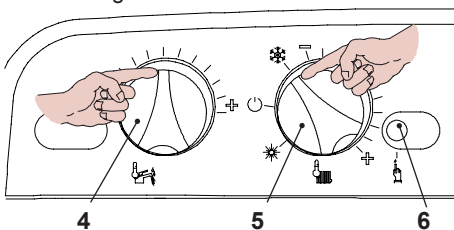

Fig. 5.33
- Prima di alimentare elettricamente la caldaia posizionare le manopole 4 e 5 come indicato in Fig. 5.33.
- Per settare il funzionamento con Termostato bisogna entrare nella programmazione premendo per 10 secondi il pulsante di ripristino 6, in Fig. 5.33 fino alla comparsa del parametro **P01** sul display LCD; sul display LCD compare la seguente visualizzazione (la sequenza **P01** si alterna ---).
- Premere più volte il pulsante di ripristino 6, in Fig. 5.33 per lo scorrimento dei vari parametri, sino al raggiungimento del parametro **P03**, valido per la verifica del funzionamento del bollitore con termostato.
- Per settare il funzionamento con Sonda NTC bisogna entrare nella programmazione premendo per 10 secondi il pulsante di ripristino 6, in Fig. 5.33 fino alla comparsa del parametro **P01** sul display LCD; sul display LCD compare la seguente visualizzazione (la sequenza **P01** si alterna -- -- --).
- Premere più volte il pulsante di ripristino 6, in Fig. 5.33 per lo scorrimento dei vari parametri, sino al raggiungimento del parametro
- Il valore che si visualizza nel LCD è **04**, ruotare la manopola settaggio caldaia 4 in Fig. 5.33, portandola al minimo.
La seguente tabella mette in correlazione il settaggio della manopola caldaia 4 in Fig. 5.33 con la visualizzazione presente nel LCD per il parametro **P03**.
La seguente tabella mette in correlazione il settaggio della manopola caldaia 4 in Fig. 5.33 con la visualizzazione presente nel LCD per il parametro **P04**.